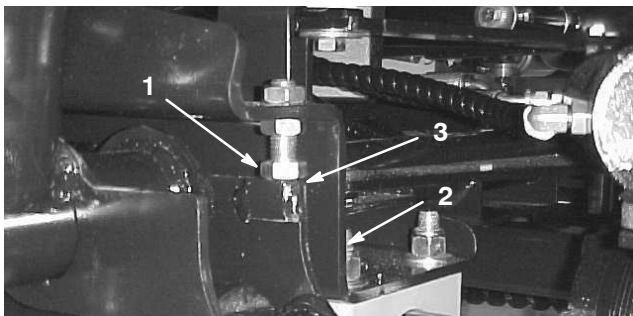

**Figure 6**
1. Mettez le moteur en marche, relevez les plateaux de coupe et vérifiez si l'écartement entre chaque bras de relevage et le support de la plaque de plancher est compris entre 5 et 8 mm (Fig. 6). Si ce n'est pas le cas, reculez les boulons d'arrêt (Fig. 7) et réglez le vérin de manière à obtenir l'écartement voulu. Pour régler le vérin, reculez l'écrou de blocage sur le vérin (Fig. 8), retirez l'axe à l'extrémité de la tige et tournez la chape. Remettez l'axe et vérifiez l'écartement. Répétez la procédure au besoin. Resserrez l'écrou de blocage de chape.